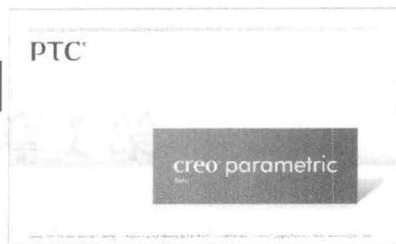

图 1-2 Creo Parametric 2.0 的欢迎界面
步骤 ② 启动 Creo Parametric 2.0 时，将出现欢迎界面，如图 1-2 所示。